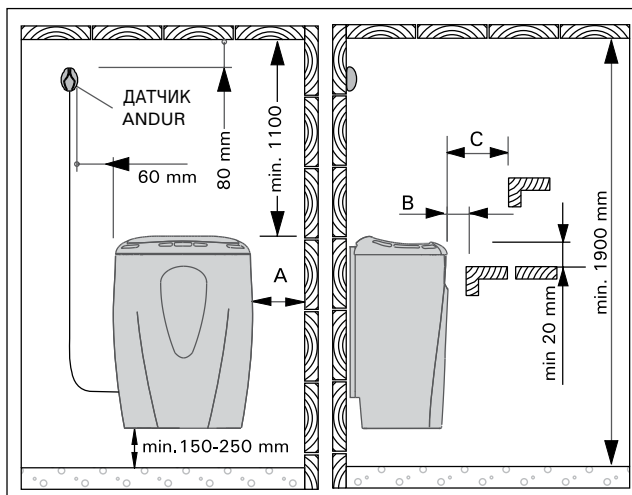
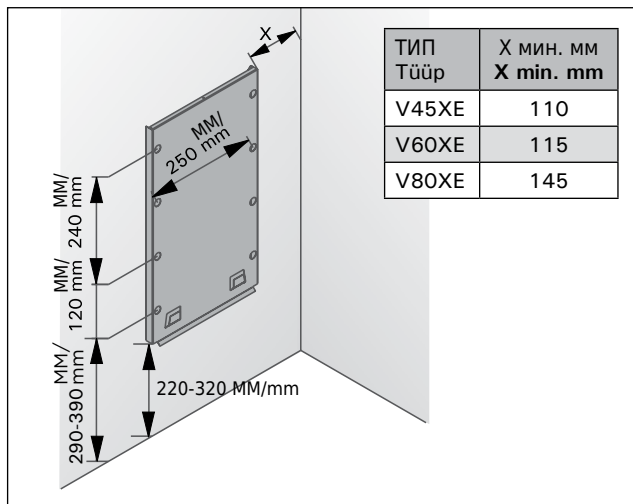

Рисунок 6. Расстояния безопасности
Рисунок 8. Установка креп. жной рамы
- При расположении каменки выполняются условия минимальных расстояний, изображенных на рис. 6 и указанных в таблице 2.
1. С помощью прилагаемых шурупов прикрепите к стене монтажную раму, соблюдая минимальные расстояния, указанные в таблице 2 и на рис. 6. Установка рамы изображена на рис. 8.
При установке защитного ограждения вокруг каменки следует соблюдать расстояния, указанные на рис. 6 и в табл. 2.
Установите датчик на стену сауны, как показано на рис. 6. Вставьте кабель датчика в разъем нагревателя по принципу цветового соответствия.